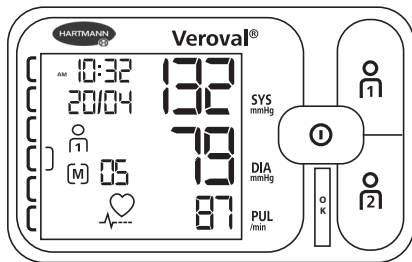

Abb. 1
- Nach dem Ende der Messung erscheinen im Display gleichzeitig der systolische und diastolische Blutdruckwert, sowie darunter die Pulsfrequenz (siehe Abb.1).